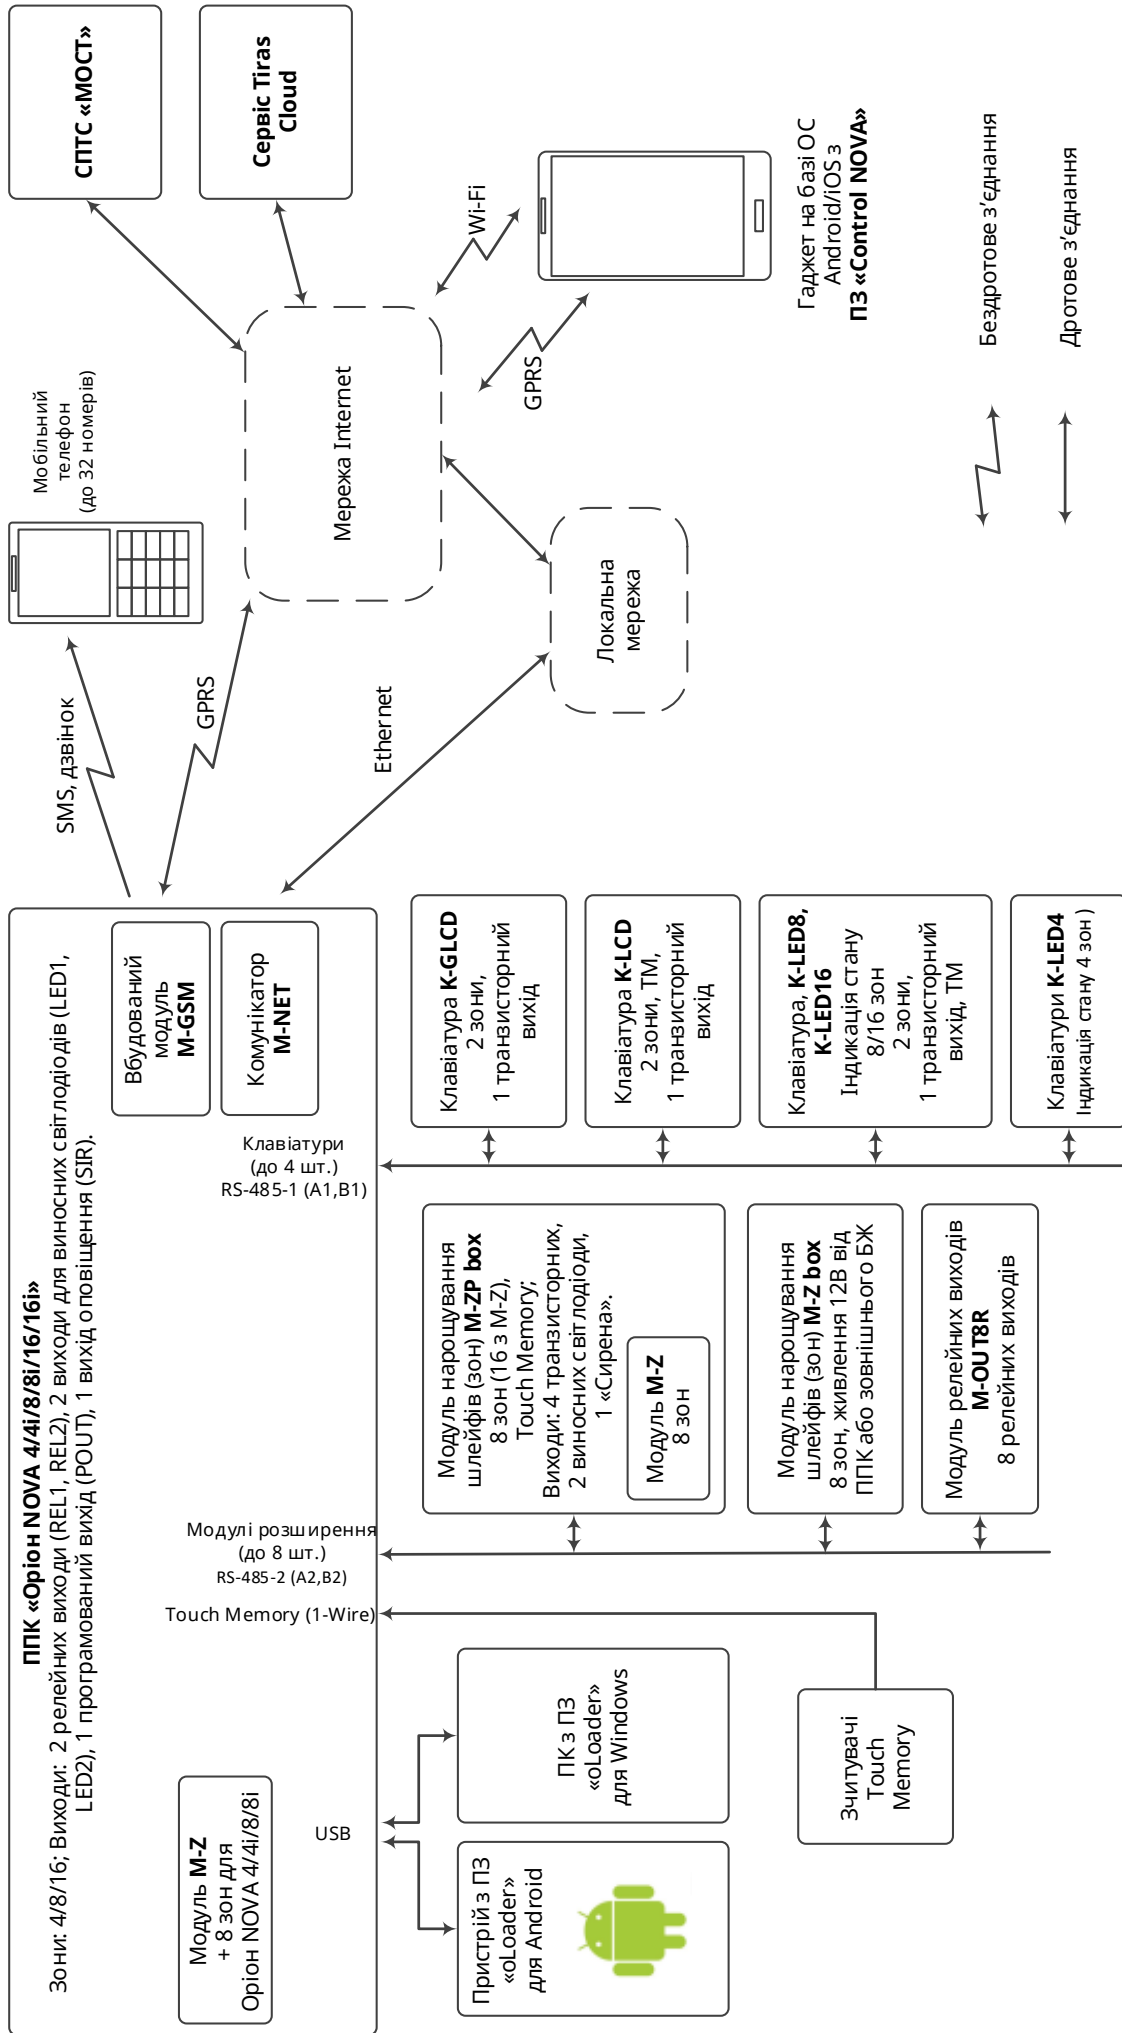

Рисунок 1.1 – Структурна схема системи охоронної сигналізації на базі ППК «Оріон NOVA 4/4i/8/8i/16/16i»
1.5.4 До ППК, що є базовим блоком системи охоронної сигналізації (далі - системи), можливо підключити наступні пристрої (Рисунок 1.1):